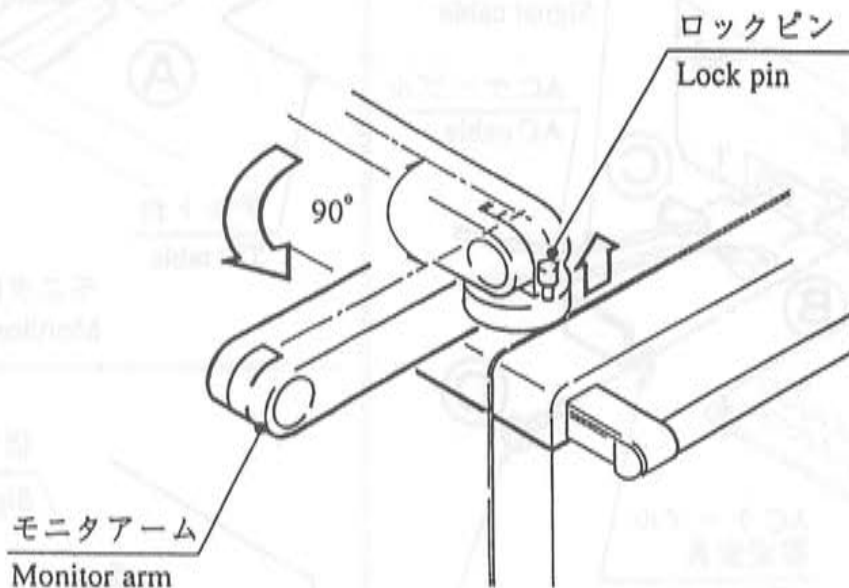

図1 Fig.1
(1) ロックピンを、上に引き上げ、モニタアームを、本体に対し90°の位置にする。(図1参照)
(1) Pull up the lock pin and place the monitor arm at 90° to the body member. (See Fig. 1)